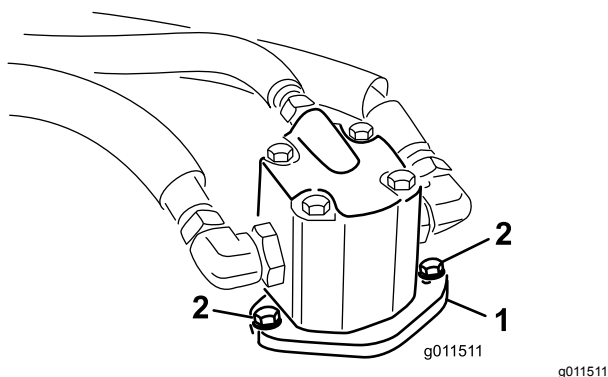

Figura 95
4. Retire os parafusos que fixam o motor hidráulico à plataforma do cortador (**Figura 95**).